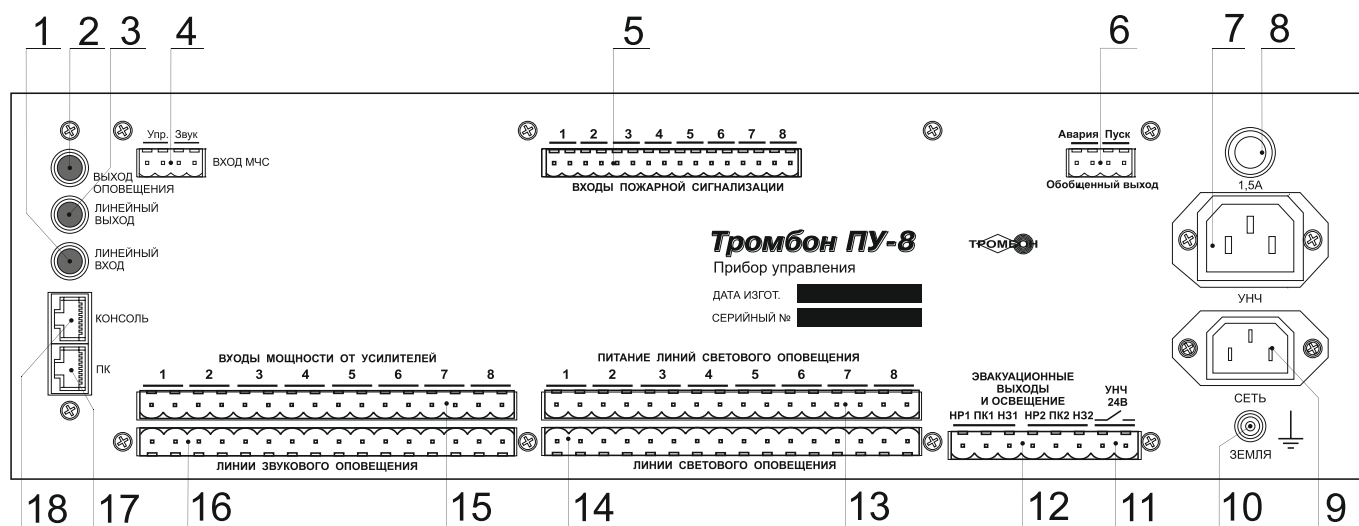

Рис. 2. Прибор управления «Тромбон ПУ-8», вид со стороны задней панели.
Прибор «Тромбон ПУ-8» имеет 8 входов пожарной сигнализации (рис. 2, поз. 5) для подключения к выходам ППКП (Прибора Приемного Контрольного Пожарного). Выходы ППКП могут быть релейным или типа «открытый коллектор».
5.1.2. Цифровое подключение к сопряженной комплексной системе безопасности через последовательный порт «ПК» с интерфейсом RS485 (рис. 2 поз. 17). Подключение выполняется кабелем «Витая пара». Назначение контактов последовательного порта «ПК» приведено в Приложении 3.
Прибор имеет специальный «ВХОД МЧС» (рис. 2, поз. 4). Вход предназначен для стыковки с блоком централизованного запуска системы оповещения МЧС (БЦЗ системы П-166 или аналогичными). Вход выполнен в виде 4-х контактного разъема. Контакты «Упр.» данного разъема – это логический вход управления Прибора (реагирующий на замыкание контактов), а контакты «Звук» - вход звукового сигнала с уровнем 0 дБ (уровень 0,775В).
Для подключения удаленных консолей предназначен специальный порт «КОНСОЛЬ» (рис. 2, поз. 18). Порт выполнен в виде 8 - контактного разъема типа RJ45. К нему можно подключать до 8-и адресных удаленные консоли типа «Тромбон УК».
- Разъем «ЛИНЕЙНЫЙ ВХОД» (рис. 2, поз. 1) предназначен для подключения к Прибору источника музыкальных программ. Вход стереофонический, используется только в режиме звукового вещания. Максимальное входное напряжение сигнала на данном входе – 250 мВ.
- Разъем «ВЫХОД ОПОВЕЩЕНИЯ» (рис. 2, поз. 2) предназначен для подключения звуковых сигналов от Прибора к входу «Оповещения» усилителя мощности. Сопротивление входа усилителя должно быть не менее 600 Ом. Максимальное напряжение звукового сигнала на данном выходе Прибора – не более 250 мВ. Схема подключения к усилителю мощности приведена в Приложении 6.
- Разъем «ЛИНЕЙНЫЙ ВЫХОД» (рис. 2, поз. 3) предназначен для подключения стереофонических звуковых сигналов от Прибора к входам усилителей мощности. Выход используется при необходимости реализации на объекте стереофонического вещания, например, для озвучивания кафе. Напряжение звукового сигнала на данном выходе не более 250 мВ.
- Разъем «ЛИНИИ ЗВУКОВОГО ОПОВЕЩЕНИЯ» (рис. 2, поз. 16) предназначен для подключения линий связи со звуковыми оповещателями. Всего Прибор имеет выходы для подключения восьми линий связи со звуковыми оповещателями с обеспечением контроля исправности. Контроль исправности может быть отключен программно. Схема подключения линий звукового оповещения к Прибору управления «Тромбон – ПУ-8» приведена в Приложении 6.
- Разъем «ВХОД МОЩНОСТИ ОТ УСИЛИТЕЛЕЙ» (рис. 2, поз.15) предназначен для подключения звуковых сигналов с выходов усилителей мощности. У Прибора имеется 8 независимых входов (по одному для каждой зоны). К данным входам Прибора допускается подключение усилителей мощности с выходными напряжениями от 15 до 240В, в зависимости от характеристик выбранных звуковых оповещателей. Прибор позволяет использовать для разных зон разные усилители, а также выходы усилителя с разными напряжениями. Схема подключения линий звукового оповещения и выходов усилителей мощности к Прибору управления «Тромбон – ПУ-8» приведена в Приложении 6.
- Разъем «ВХОД ПИТАНИЯ ЛИНИЙ СВЕТОВОГО ОПОВЕЩЕНИЯ» (рис. 2, поз. 13) предназначен для подключения источников питания световых оповещателей. В Приборе допускается использование для разных линий оповещения источников питания с разными напряжениями от 12В до 220В, в зависимости от выбранных типов световых оповещателей. Схема подключения источников питания и световых оповещателей к ПУ приведена в Приложении 7.
- Разъемы «Линии светового оповещения» (рис. 2, поз. 14) предназначен для подключения линий связи со световыми оповещателями. Прибор обеспечивает контроль исправности линий связи. Контроль исправности может быть отключен программно. Схема включения линий светового оповещения приведена в Приложении 7.
5.7. Подключение эвакуационного освещения и замков эвакуационных выходов выполняется через разъем «ЭВАКУАЦИОННЫЕ ВЫХОДЫ И ОСВЕЩЕНИЕ» (рис. 2, поз. 12).
5.8. Разъем «Обобщенный выход» «Авария» и «Пуск» (рис. 2, поз. 6). На данный разъем выведены контакты двух реле. Контакты реле «Авария» замыкаются при обнаружении в системе оповещения неисправностей. Контакты реле «Пуск» замыкаются в режимах «Тревога», «Экстренный запуск» или «Трансляция МЧС».
5.9. Клемма «ЗЕМЛЯ» (рис. 2, поз. 10) предназначена для подключения Прибора к контуру заземления здания.
5.10. Разъем «СЕТЬ» (рис. 2, поз. 9) предназначен для подключения Прибора к сети питания переменного тока 220-230В 50Гц.
5.11. Разъем «УНЧ» (рис. 2, поз. 7) предназначен для подключения питания 220-230В на усилитель мощности. Напряжение на этом разъеме появляется при переходе Прибора из «Дежурного режима» в режимы «Тревога», «Экстренный запуск», «Трансляция МЧС», «Звуковое вещание» или «Звуковое вещание от удаленной консоли». В зависимости от мощности и количества усилителей в системе оповещения подключение питания к ним возможно двумя способами:
5.12. Подключение резервного питания 24В на усилитель мощности выполняется через разъем «Питание УНЧ 24В» (рис. 2, поз. 11). Контакты этого разъема замыкаются через реле при переходе Прибора из «Дежурного режима» в режимы «Тревога», «Экстренный запуск», «Трансляция МЧС» или «Звуковое вещание от удаленной консоли». Для режима «Звуковое вещание» использование источников резервного питания 24В не предусмотрено. Схема управления питанием одного усилителя мощности с одним блоком резервного питания приведена в Приложении 9. Схема управления питанием нескольких усилителей мощности с несколькими блоками резервного питания приведена в Приложении 10.
Звуковые сигналы, подаваемые на «ЛИНЕЙНЫЙ ВХОД» Прибора (рис. 2, поз 1), коммутируются на: «ВЫХОД ОПОВЕЩЕНИЯ» и «ЛИНЕЙНЫЙ ВЫХОД» (рис. 2, поз 2, 3).
Вход в режим «Трансляция МЧС» выполняется по команде, поступающей от БЦЗ, на вход управления МЧС Прибора (рис. 2, поз. 4). Команда представляет собой замыкание контактов «Упр.» на разъеме «ВХОД МЧС» на все время трансляции.